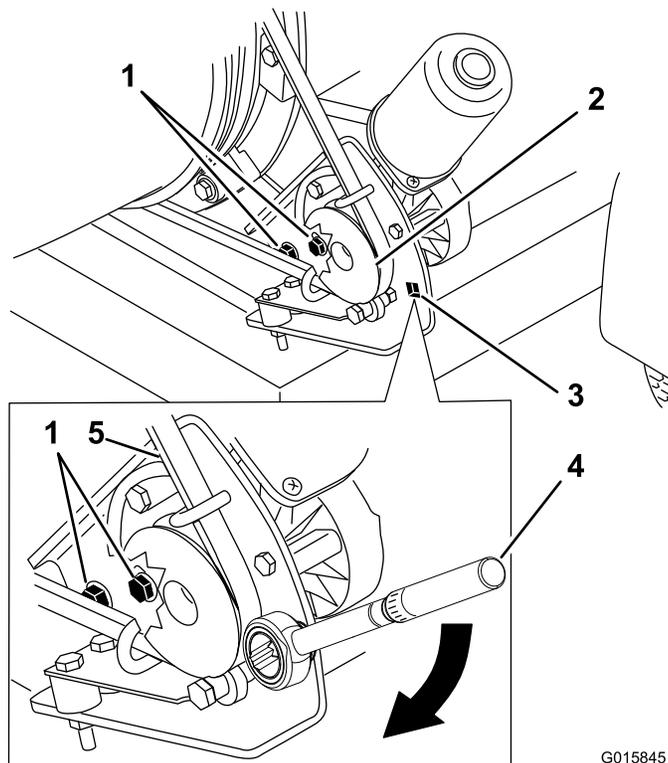

Bild 30
1. Lockern Sie die Schrauben, mit denen die Befestigungshalterung der Riemenscheibe am Bläserrahmen befestigt ist (Bild 30).
2. Platzieren Sie einen Drehmomentschlüssel in der Riemenscheibenbefestigungshalterung (Bild 30).
3. Drehen Sie die Riemenscheibenbefestigungshalterung von der Düse weg, bis der Drehmomentschlüssel 22,6-26,0 Nm anzeigt (Bild 30).